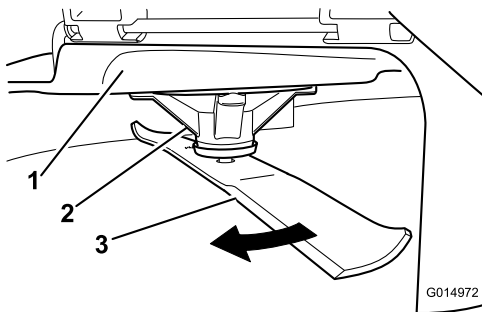

Figura 58
2. Usando luvas almofadadas ou outra proteção adequada para as mãos, rode lentamente lâmina para uma posição que lhe permita uma medição da distância entre a extremidade de corte e a superfície nivelada onde a máquina está (Figura 58).